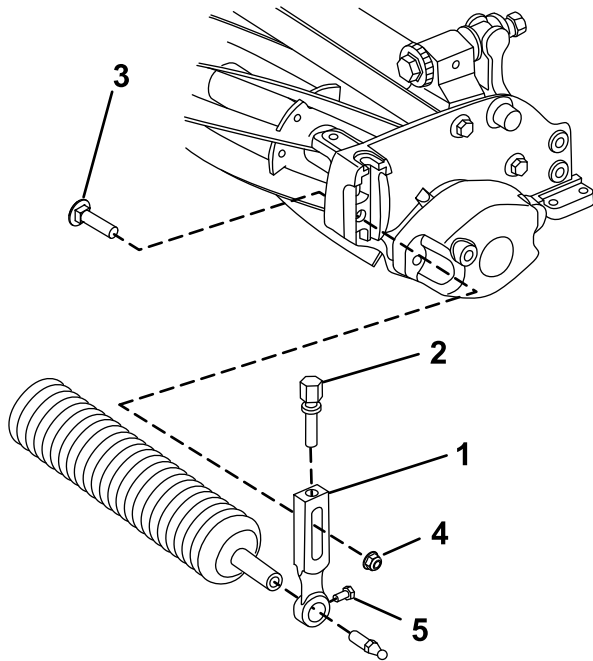

Bild 3
1. Entfernen Sie die Befestigungsschraube und Sicherungsbundmutter mit denen einer der Schnitthöhenarme an der Seitenplatte der Schneideinheit befestigt ist (Bild 3).
5. Befestigen Sie die Rolle lose mit dem vorher entfernten Schnitthöhenarm und den Befestigungen an der Schneideinheit (Bild 3).
7. Ziehen Sie die Befestigungsschrauben der Rolle an (Bild 3).
2. Lösen Sie die Rollenbefestigungsschrauben in den Schnitthöhenarmen (Bild 3).
3. Schieben Sie die Rollenwelle in den Schnitthöhenarm am anderen Ende der Schneideinheit (Bild 3).
4. Schieben Sie den Schnitthöhenarm auf die Rollenwelle (Bild 3).